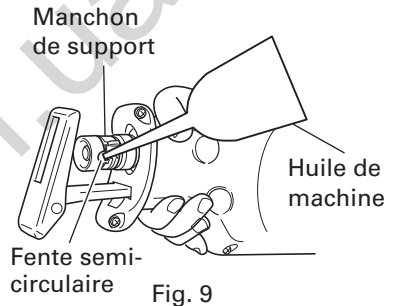

Fig. 9
- (1) Après l'utilisation, souffler toute sciure, terre, sable, humidité, etc. à l'aide d'une brosse, etc., pour garantir le bon fonctionnement de la monture de lame.
- (2) Graisser périodiquement la monture de lame avec de l'huile de machine dans la fente semi-circulaire à la position où le manchon de support est tourné dans le sens de la flèche indiquée à la Fig. 3. (Fig. 9)